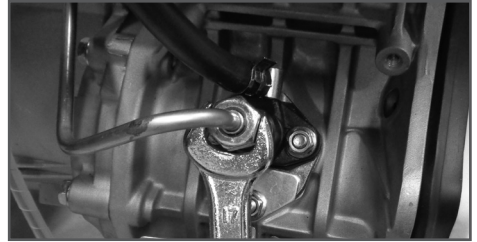

Рис. 12 Удаление воздуха из топливного насоса
- Рожковым ключом 17 мм открутите гайку крепления топливной трубки высокого давления на 1,5-2 оборота (Рис. 12). Поместите под выходным штуцером топливного насоса высоко-го давления кусок ветоши.